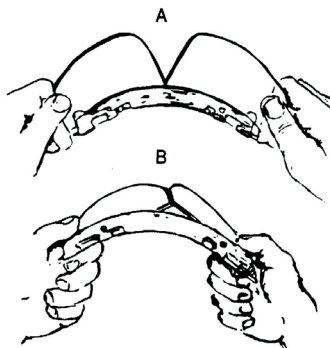

Fig. 4 Visera plegable sin montar
- (2) Perfore dos agujeros:
- (3) Abra la visera plegable antes de montarla sujetando los lentes (como se muestra en la Fig. 4 A) y presione hacia abajo.
Gire los lentes desde la placa de latón hasta hacerlos encontrar (como se muestra en la Fig. 4 B) y llegar a un ángulo de 90 grados respecto a la placa.